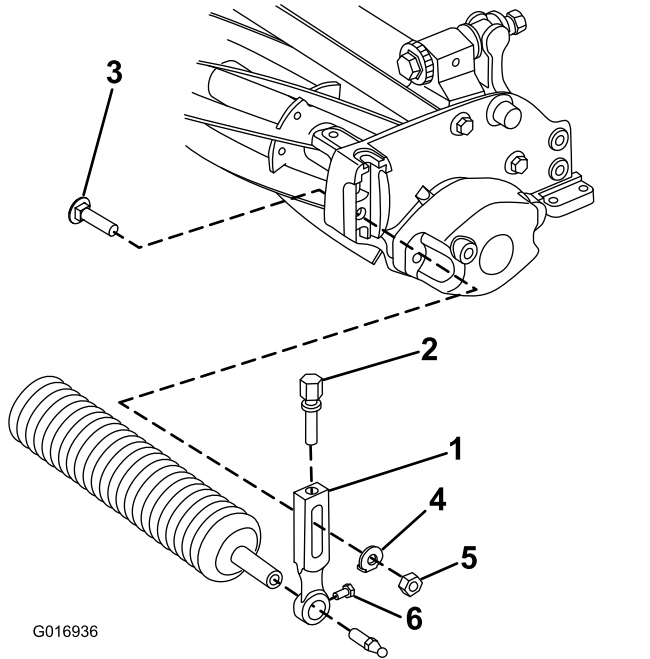

图2
2. 在滚刀组上旋松将前滚筒两端固定至剪草高度臂的安装螺丝图2。
3. 卸下将剪草高度臂固定至滚刀组两端的防松螺栓、垫圈和锁紧螺母图2。卸下剪草高度臂和滚筒组件。
4. 从剪草高度臂上卸下剪草高度调节螺丝和滚筒安装螺丝图2。